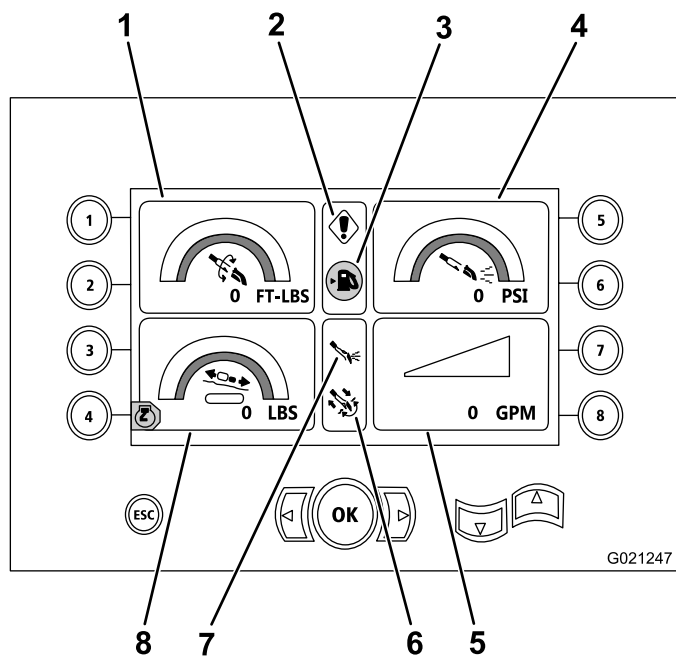

Figura 17
Esta tela exibe o torque do conjunto rotativo em pés-lbs, a pressão do fluido de perfuração em psi, a força do sistema de translação em lbs, e a vazão de fluido de perfuração em gpm (Figura 17).
- Aviso de código de erro de perfuração e/ou do motor (Figura 17)
- Aviso de baixo nível de combustível (Figura 17)
- Fluido de perfuração na posição Ligada (Figura 17)
- Perfuração automática na posição Ligada (Figura 17)